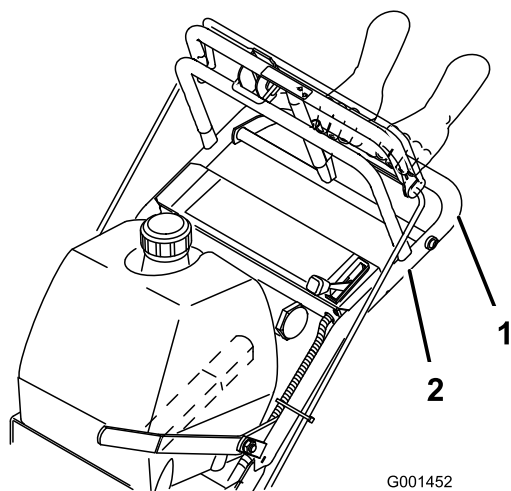

Figure 10
7. Engagez la barre de commande inférieure et soulevez la poignée inférieure simultanément pour monter sur la bordure (Figure 9 et Figure 10).
4. Engagez la barre de commande inférieure et soulevez la poignée inférieure simultanément (Figure 9 et Figure 10).